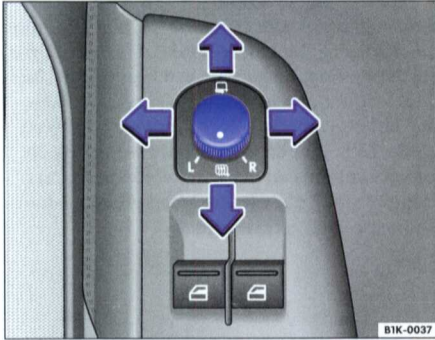

Fig. 48 Détail de la porte du conducteur : bouton rotatif pour les rétroviseurs extérieurs
1. Tournez le bouton rotatif ⇒ fig. 48 en position **L** (rétroviseur extérieur gauche).
- Tournez le bouton rotatif ⇒ fig. 48 en position  pour activer le dégivrage des rétroviseurs extérieurs.
- Tournez le bouton rotatif ⇒ fig. 48 en position  pour rabattre les rétroviseurs extérieurs. Pour éviter tout dégât, il est conseillé de toujours rabattre les rétroviseurs extérieurs lorsque vous passez dans une installation de lavage automatique.